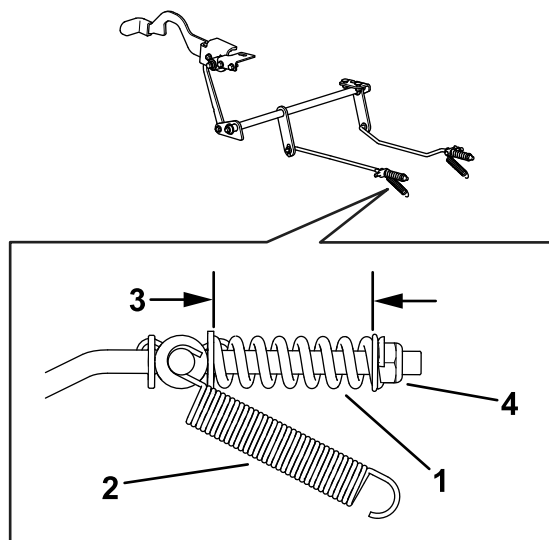

**Figure 67**
7. Si un réglage est nécessaire, desserrez le frein de stationnement : Vérifiez l'usure de tous les composants de la timonerie du frein de stationnement. Remplacez tout composant usé (Figure 67) et répétez l'opération 6.